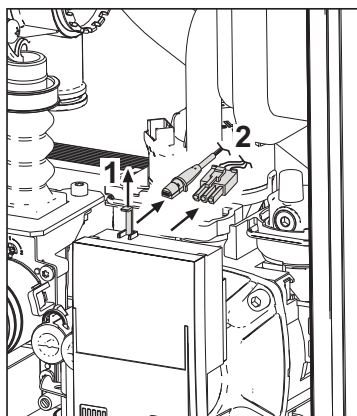

fig. 37
- Desconecte la electricidad de la bomba de circulación abriendo las conexiones y levantando el detalle "1" de fig. 37.